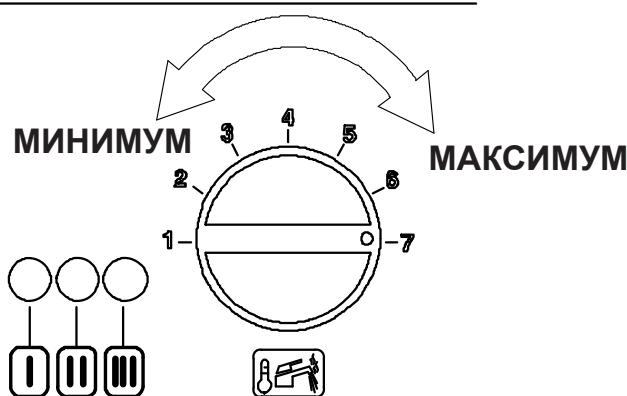

Рисунок 9.8
- Действовать как обычно при настройке газового вентиля. Тепловая мощность отопления может быть изменена при вращении рукоятки регулирования температуры ГВС Рисунок 9.8